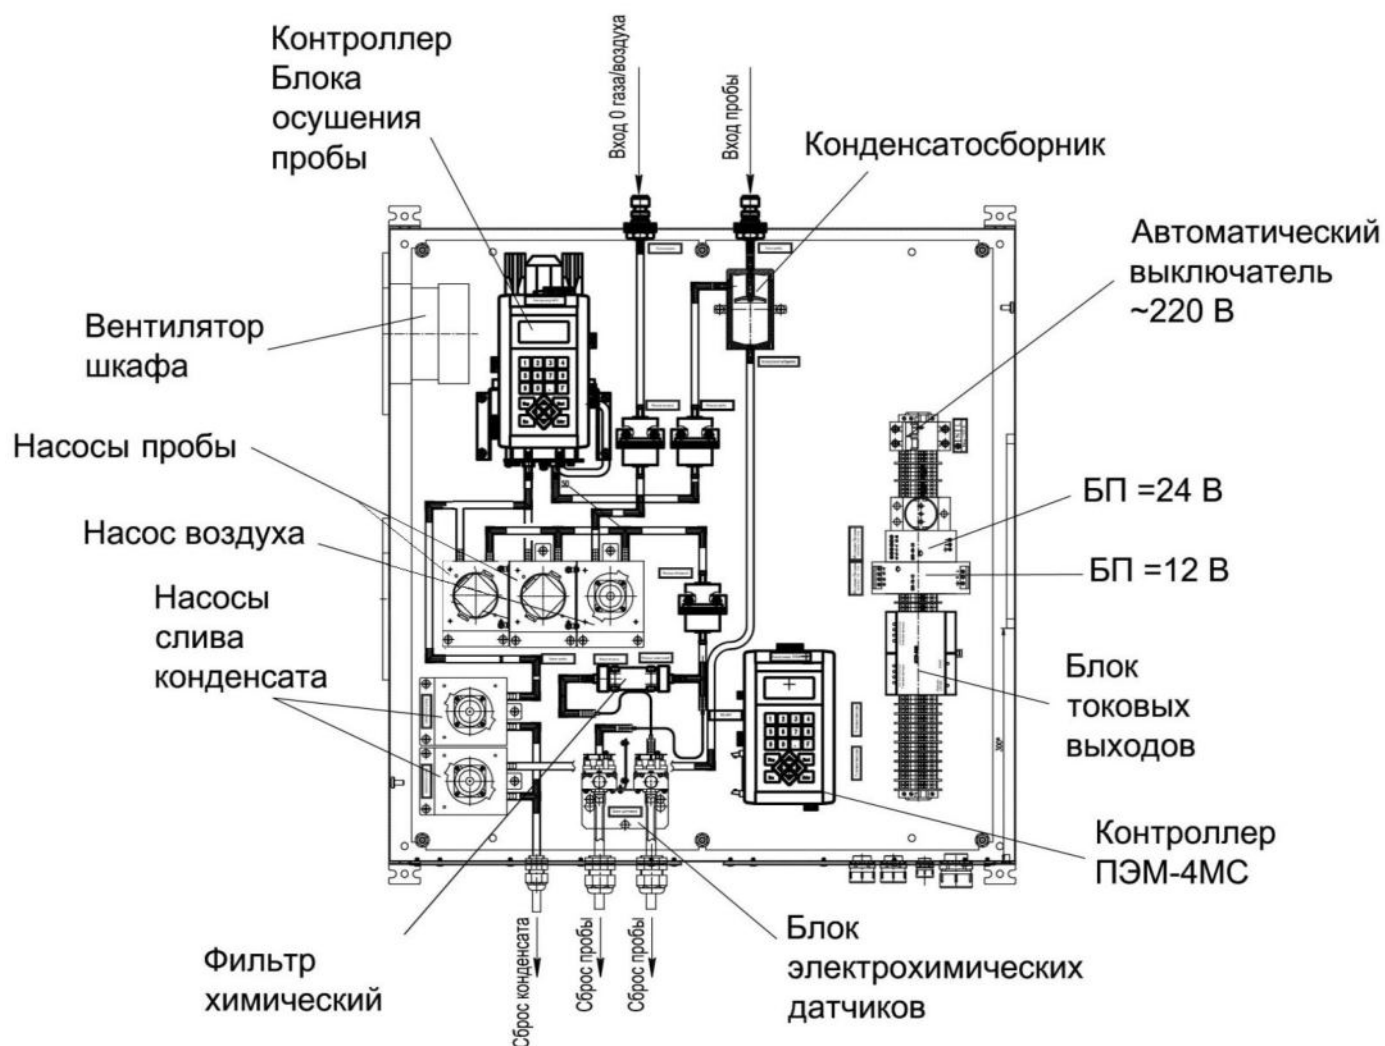

Рисунок 1. «Блок измерительный» (мод.17)
4.2.1. Блок измерительный (см. рис.1).